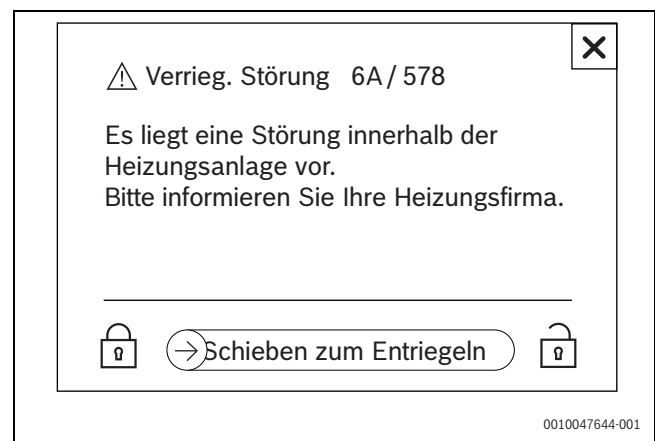

Bild 92 Verriegelnde Störung (Beispiel)
- ▶ Entriegelung erfolgt über → Schieben zum Entriegeln (→ Bild 92).